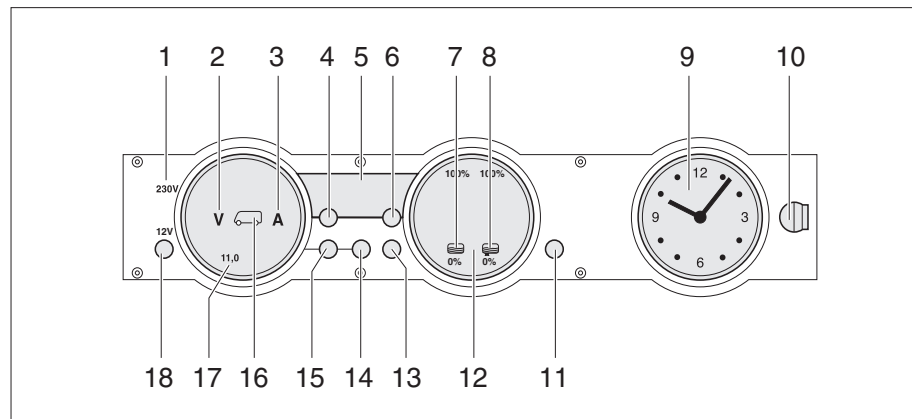

Fig. 198 Panel MP 20-T
Se enciende la luz de control de 230 V (Fig. 198,1) cuando hay tensión de red en la entrada del bloque eléctrico.
El interruptor principal de 12 V (Fig. 198,18) conecta y desconecta el panel y la alimentación de 12 V del habitáculo.
- Pulsar la tecla "12 V" (Fig. 198,18) brevemente. La alimentación de 12 V del habitáculo está conectada. La visualización de control "12 V" está encendida.
- ▷ En caso de que después de la conexión parpadeen tanto el LED "11,0" de la visualización de voltios así como el símbolo Voltios "V" (Fig. 198,2) en el instrumento indicador Baterías (Fig. 198,17), será demasiado baja la tensión de la batería del habitáculo. Cargar la batería.
- ▷ En caso de que después de la conexión parpadeen tres veces la visualización de control "12 V", el símbolo Batería del habitáculo (Fig. 198,16) y el símbolo Voltios "V" (Fig. 198,2), estará activada la separación de batería. Desactivar la separación de batería.
- Pulsar la tecla "12 V" (Fig. 198,18) brevemente. La alimentación de 12 V del habitáculo está desconectada. La visualización de control "12 V" se apaga.
- Pulsar la tecla Batería del habitáculo (Fig. 198,14) y mantenerla pulsada aprox. 10 segundos. Los símbolos Voltios "V" (Fig. 198,2) y Amperios "A" (Fig. 198,3) parpadean tres veces. La batería del habitáculo está separada de la red de a bordo de 12 V.
- Pulsar la tecla "12 V" (Fig. 198,18) y mantenerla pulsada aprox. 5 segundos. El símbolo Voltios "V" (Fig. 198,2) parpadeará tres veces. La batería del habitáculo está conectada a la red de a bordo de 12 V. La visualización de control estará encendida durante aprox. 2 segundos.
- Pulsar la tecla Batería del habitáculo "🔋" (Fig. 198,14). El símbolo Voltios "V" (Fig. 198,2) estará encendido. Según la carga o la descarga, el símbolo Amperios "A" estará iluminado de color blanco o rojo. La tensión de la batería y la corriente de la batería del habitáculo se visualizan a través de LEDs en el instrumento indicador.
- Pulsar la tecla Batería del motor de arranque "🔋" (Fig. 198,15). El símbolo Voltios "V" (Fig. 198,2) estará encendido. La tensión de la batería del motor de arranque es visualizada a través de LEDs en el instrumento indicador.
- Pulsar la tecla Depósitos  (Fig. 198,13). Los símbolos Depósito de agua  (Fig. 198,7) y Depósito de aguas residuales  (Fig. 198,8) estarán encendidos. Los niveles de llenado del depósito de agua (escala izquierda) y del depósito de aguas residuales (escala derecha) serán visualizados a través de LEDs en el instrumento indicador.
El símbolo Voltios "V" (Fig. 198,2) y el LED "11,0" parpadearán tan pronto la tensión de la batería caiga abajo de 11 V (medición durante el funcionamiento) y exista el riesgo de una descarga completa.
El símbolo Depósito de agua  (Fig. 198,7) o el símbolo Depósito de aguas residuales  (Fig. 198,8) parpadeará si el depósito de agua está vacío o el depósito de aguas residuales está lleno.